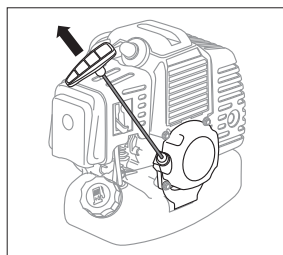

fig. 11
- Ținând trimmerul trageți lin de mânerul starterului până în momentul de cuplare în mecanismul starterului. După care trageți energic de cablu până la 50-60 cm (fig. 11). Pentru a evita deteriorarea carcasei starterului nu lăsați mânerul starterului să revină înapoi brusc, îl întoarceți ușor în poziția inițială. Repetați de 3-5 ori până la prima aprindere a combustibilului în motor. În acest caz motorul nu trebuie să pornească.